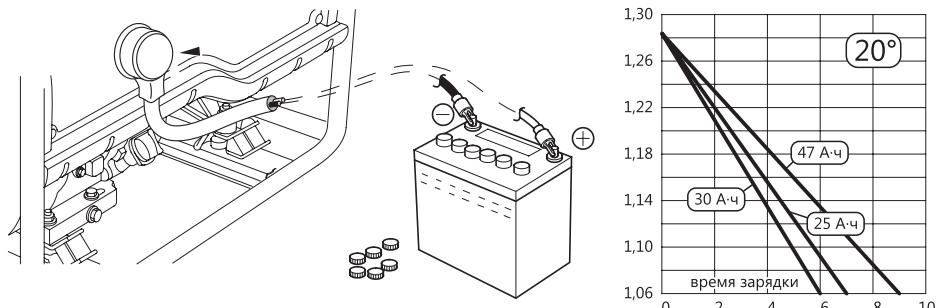

Рис. 7. Подключение аккумуляторной батареи к источнику постоянного тока
- Проверьте уровень жидкости в аккумуляторе. Он должен быть между нижней и верхней отметкой (рис. 7).